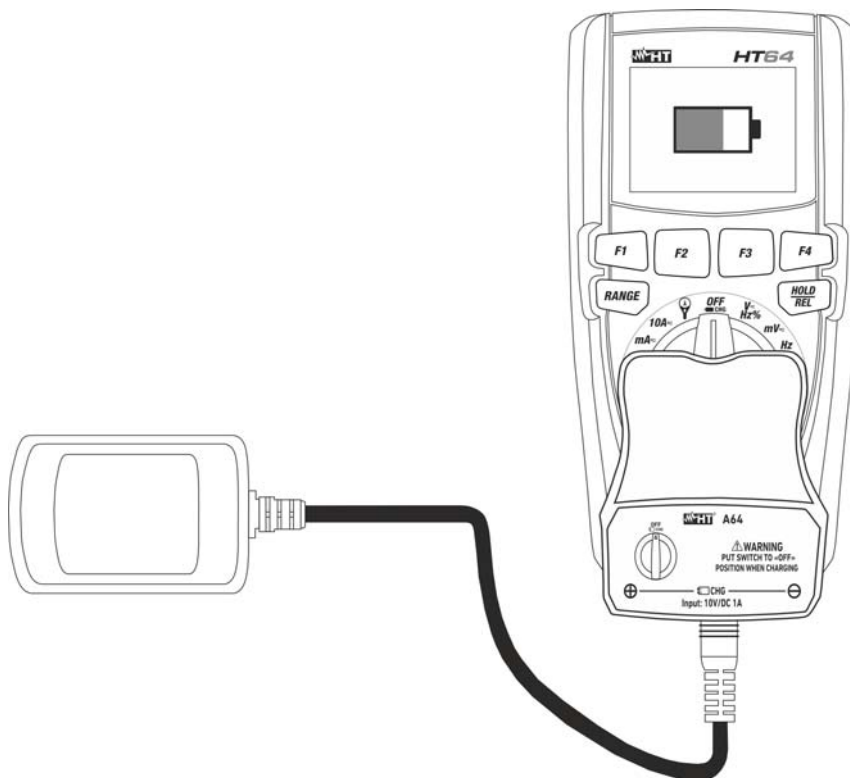

Fig. 33: Recarga batería interna
2. Inserte el adaptador de alimentador en el instrumento en los cuatro terminales de entrada (vea Fig. 33)